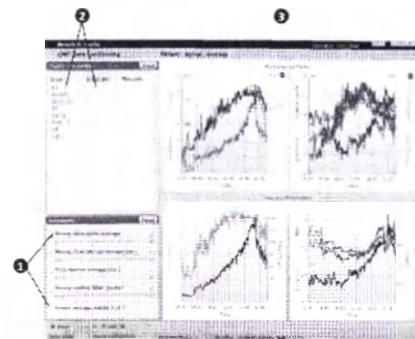

Рис. 61: Модуль рабочего процесса CPET Data Conditioning (Обработка данных CPET)
Удаление аномальных значений вручную | Прежде всего, необходимо увеличить экранный объект, где находится (находятся) переменная(ые), которую(ые) вы хотели бы изменить. Щелкните по небольшому синему квадрату ② (➔ рис. 61).
- Существует несколько разных методов сглаживания данных тестирования ① (➔ рис. 61). Чтобы сгладить данные, вы можете воспользоваться ползунком или ввести степень сглаживания вручную.